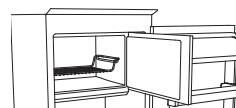
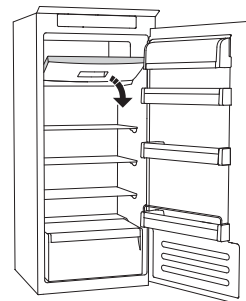

Figura 1
Figura 2
- coloque los alimentos en la rejilla, en caso necesario (figura 1), o directamente en la parte inferior del compartimento (figura 2).
- coloque los alimentos en el centro del compartimento *** ** *** evitando que entre en contacto con alimentos que ya han sido congelados y guardando una distancia de 20 mm (figura 1 y 2).
El SISTEMA LIBRE DE ESCARCHA (disponible según el modelo) facilita el procedimiento de descongelación del compartimento congelador. El accesorio LIBRE DE ESCARCHA (figura 1) está diseñado para recoger parte de la escarcha que se forma en el compartimento congelador y es fácil de extraer y limpiar. Esto permite reducir el tiempo necesario para descongelar el interior del compartimento congelador.
- Abra la puerta del compartimento congelador y extraiga el cajón superior (figura 2).